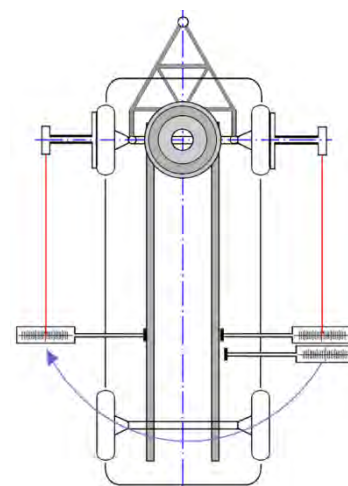

Рис. 13
- С одной стороны установите магнитную шкалу на раме автомобиля. (Рис. 13)